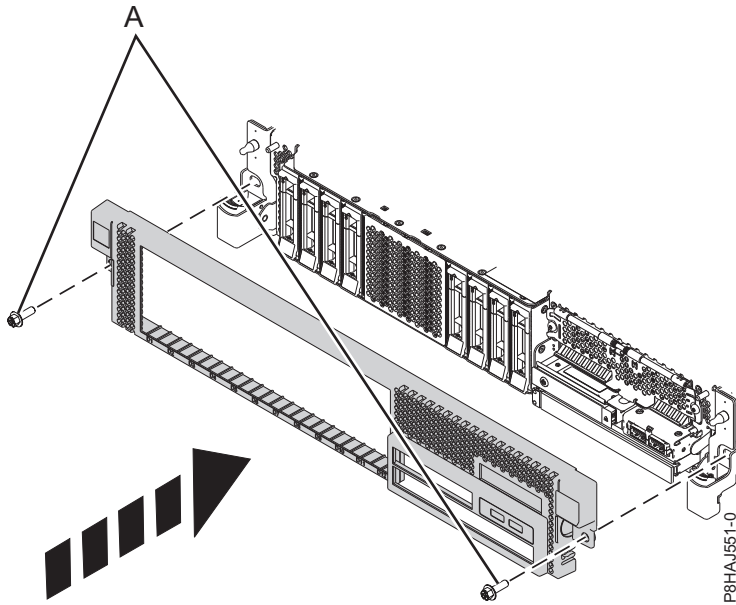

Figure 20. Installation du capot avant
3. Appuyez sur les loquets dans le sens indiqué dans la figure 20, à la page 40. Le capot avant se met en place ; il est doté d'un renforcement permettant de le tenir plus facilement.
4. Remettez en place les vis de transport (A).